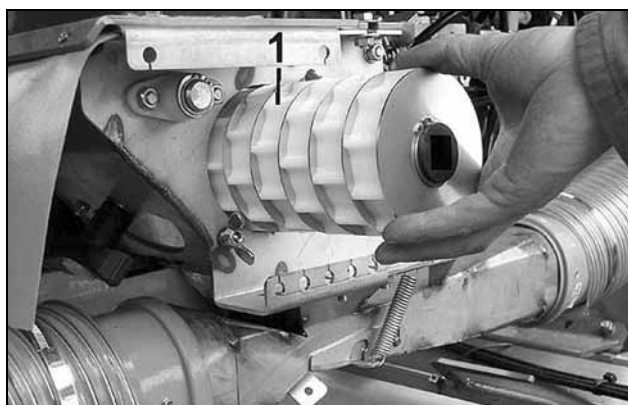

Fig. 23
- Cilindro dosatore medio (opzionale, Fig. 23/1) per sementi e quantità medie